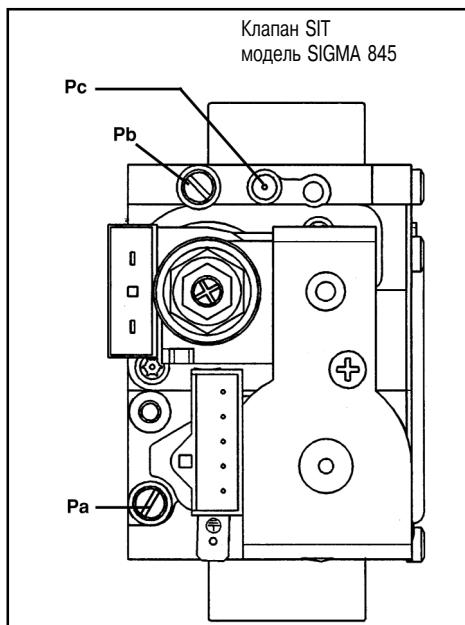

Рис. 12a
- подсоединить положительный вход дифференциального манометра, например, водяного, к точке замера давления Pb газового клапана (рис.12a). Для моделей 240 i/Fi используйте точку замера давления 3, расположенную на трубке подачи газа. Для моделей с закрытой камерой сгорания (...Fi) подсоедините отрицательный вход дифференциального манометра через тройниковый отвод к компенсационному выходу газового клапана Рс. (Аналогичные результаты измерений можно получить также при снятии передней панели закрытой камеры). Если вы измеряете давление на горелке другими способами, вы можете получить неправильные значения из-за того, что не учитывается разряжение, создаваемое вентилятором в закрытой камере сгорания.
- открыть газовый кран и установить переключатель режимов (1) в положение «зима»
- роверить, что динамическое давление на входе в котел соответствует норме; динамическое давление измеряется в точке замера давления Ра газового клапана (рис. 12a). Номинальное динамическое давление составляет 30 мбар для бутана, 37 мбар для пропана и 20 мбар для природного газа (метана).